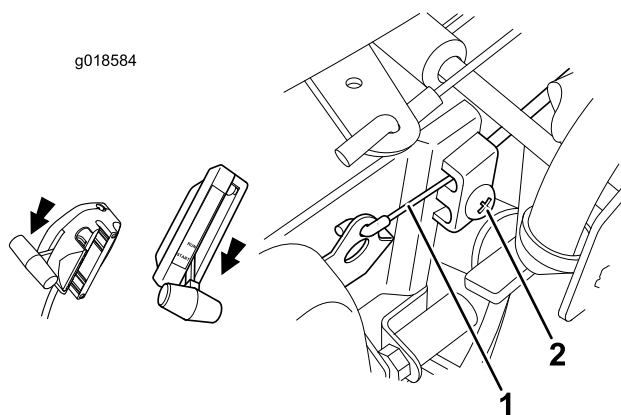

Bild 3
1. Entfernen Sie die Gasbedienung vom Führungsholm. Bewahren Sie die Befestigungen auf (Bild 1). Lösen Sie die Gasbedienungskabelklemme am Motor, nehmen Sie das äußere Kabel aus der Klemme und entfernen Sie das innere Kabel vom Griff (Bild 3).
7. Stellen Sie die Gasbedienung auf Start (Bild 3).